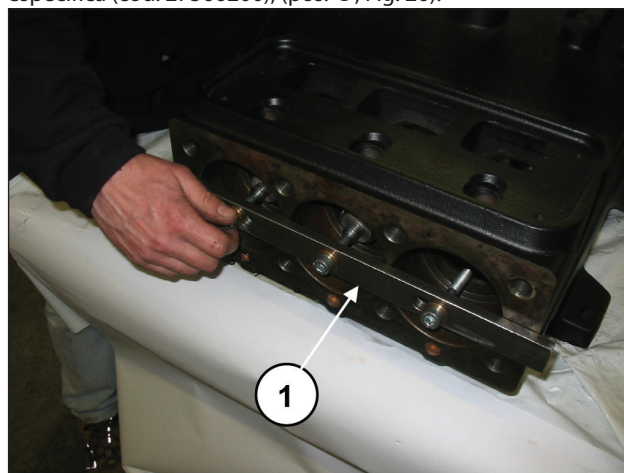

Fig. 26
Desplazar las semibielas hacia la parte hidráulica para extraer el eje. Para facilitar la operación, utilizar la herramienta específica (cód. 27566200), (pos. ①, Fig. 26).